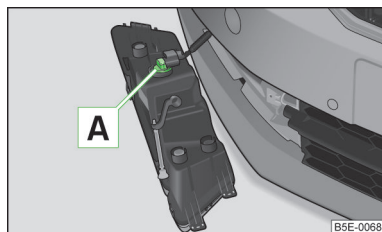

Fig. 179
- Girar el portalámparas A » fig. 179 hasta la tope en el **sentido contrario** al de las agujas del reloj y retirar.